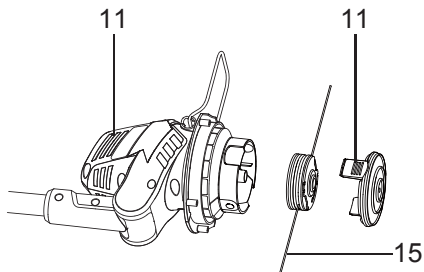

Fig.27
- > Retire la bobina de línea (15) del cabezal (Fig.27).